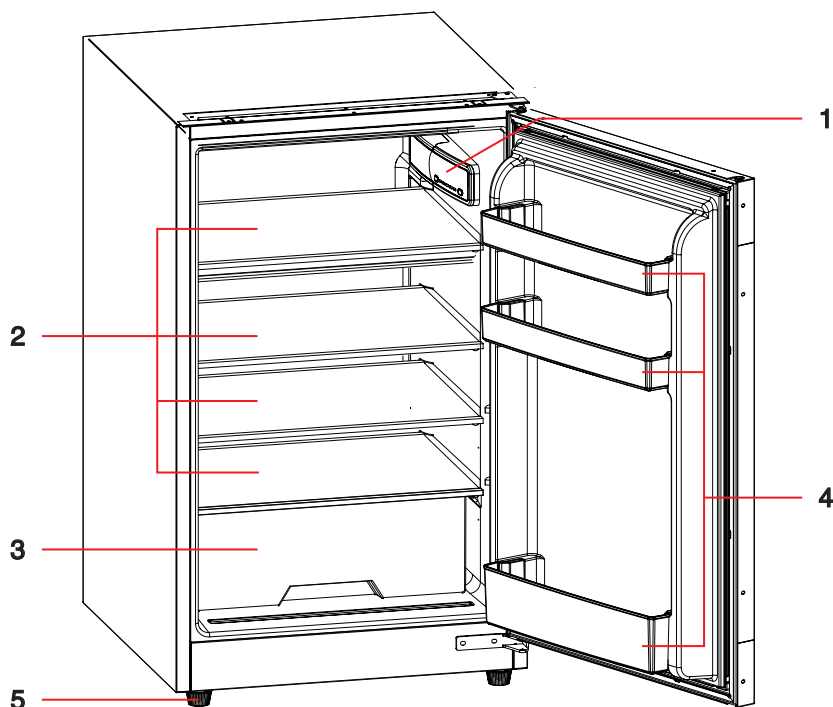

Abb. 4.1
- Das Bedienfeld für die Temperaturregelung befindet sich im mittleren Bereich im Inneren des Geräts (1, Abb.4.1).
- Zum Einschalten des Geräts halten Sie die Taste „Power“ (A) 3 Sekunden lang gedrückt. Die Anzeige leuchtet auf, wenn das Gerät eingeschaltet ist.
- Drücken Sie die Taste „Adjust“ (B), um die Temperatur im Innenraum einzustellen, und wählen Sie die Einstellung von „1“ bis „5“ (C).